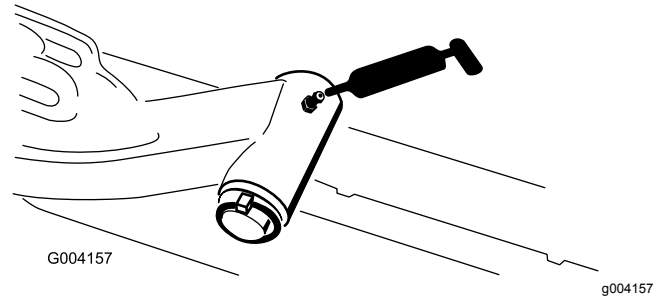

Figura 63
- Eje pivotante del brazo de elevación (1 en cada)—Figura 63